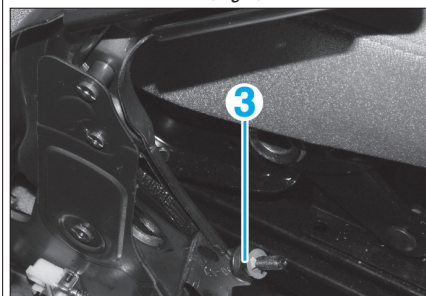

Fig. 9
- desserrer de six tours l'écrou de réglage (3) des câbles de frein à main (Fig.9).